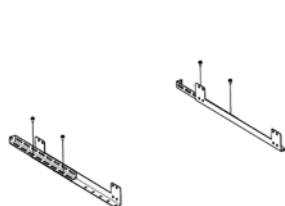

Fig. 30 - zamontować wzmocnienie + przedłużenie;
- przymocować wzmocnienie nóg z przedłużeniem za pomocą śrub (patrz **Fig. 30**);